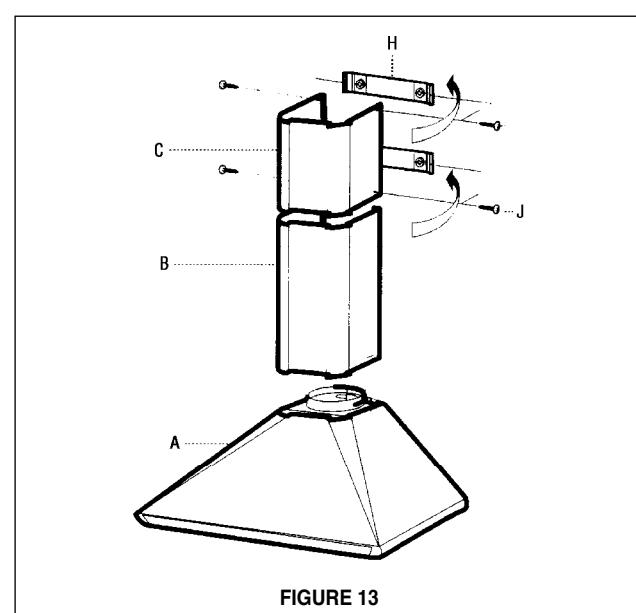

FIGURE 13
9. La cheminée doit être fixée à la hotte. La section CHEMINÉE SUPÉRIEURE (**C**) doit être installée en premier, puis la section CHEMINÉE INFÉRIEURE (**B**). Les deux sections sont fixées de façon sécuritaire au mur sous les FIXATIONS DE CHEMINÉE (**H**), tel qu'il est indiqué à la **FIGURE 13**. Attacher la section CHEMINÉE SUPÉRIEURE avec LES VIS DE CHEMINÉE (**J**). La CHEMINÉE INFÉRIEURE s'attache au haut de la HOTTE avec des collerettes sur chaque côté. S'assurer que la CHEMINÉE INFÉRIEURE s'enclenche au haut de la HOTTE.